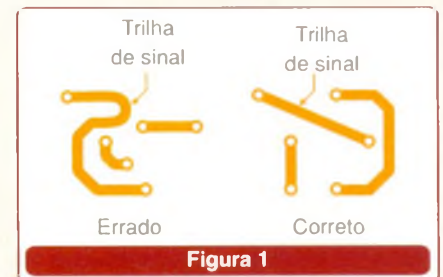

Figura 1
- Mantenha as linhas de sinais de altas frequências e de RF as mais curtas possíveis. Na **figura 1** mostramos o que deve (e o que não deve) ser feito neste caso.